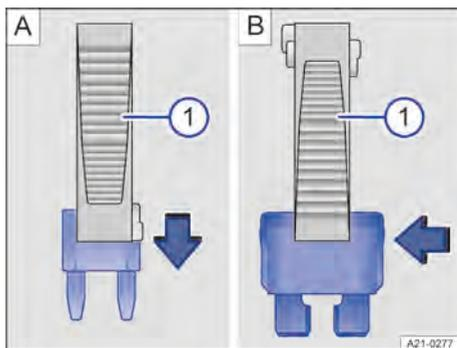

Fig. 172 Retirar ou inserir o fusível (representação esquemática).
① Alicete de plástico.
1. Se for o caso, tirar a pinça de plástico → Fig. 172 ① da cobertura da caixa de fusíveis correspondente.
2. No caso de *fusíveis menores*, encaixar a pinça de plástico por cima → Fig. 172 A ① ou, no caso de *fusíveis maiores*, empurrar a pinça de plástico lateralmente sobre o fusível → Fig. 172 B ①.
4. Caso o fusível esteja queimado, substituir o fusível por um novo da mesma intensidade (mesma cor e inscrição) e do mesmo tamanho → ①.